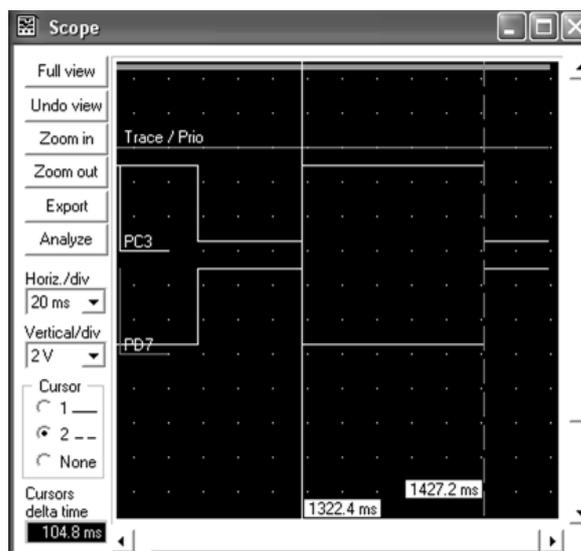

рис.8
5. Открыть экран виртуального осциллографа "View-Scope". Установить в его настройках развертку по горизонтали 20 мс/дел, развертку по вертикали 2 В/дел. Подождать, пока будет построен график изменения напряжений на линиях PC3, PD7 (рис.8). Как и ожидалось, единичному уровню PC3 соответствует нулевой уровень PD7 и наоборот. Особенность VMLab состоит в том, что рисуются не только логические уровни на линиях МК, но и вычисляются их абсолютные аналоговые величины.
6. Для временной остановки изображения нажать клавиши Shift+F5 или иконку "Pause program". Далее в левой стороне экрана поставить точку в окошке "Cursor 1", затем "мышью" на осциллограмме провести вертикальную линию первого замера. Поставить точку в окошке "Cursor 2" и провести линию второго замера. Цифровые данные будут высвечиваться на поле осциллограммы. В частности, на рис.8 отсчеты равны 1322,4 и 1427,2 мс, следовательно, время между переходами напряжений "0"-"1" (свечение индикатора HL2) составляет  $t_2=104,8$  мс. Сместив линию курсора к левому фронту импульса, аналогичным образом определяют время свечения индикатора HL1  $t_1=60$  мс.